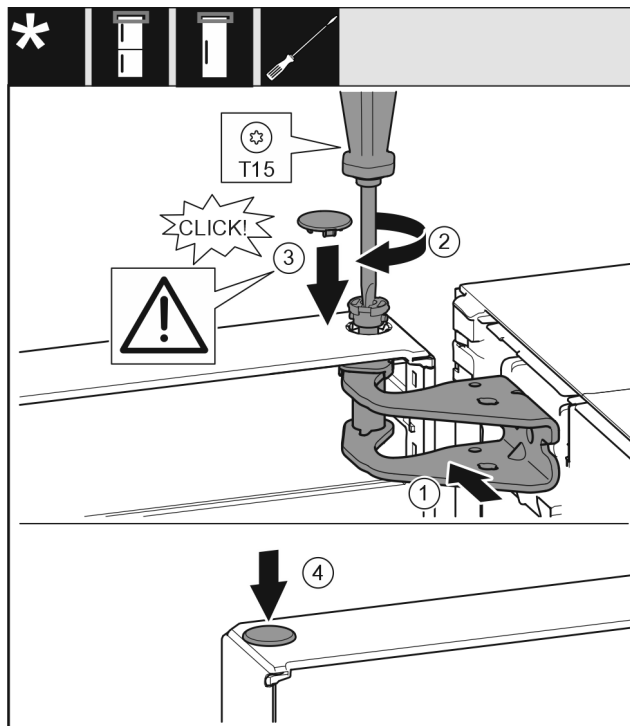

Fig. 21
- 将冰箱门的上方对准托架 Fig. 21 (1) 中的开口。
- 放入螺栓 Fig. 21 (2) 并用螺丝刀拧紧。
- 装入盖板 Fig. 21 (3)。
- 检查盖板 Fig. 21 (3) 是否紧贴在冰箱门上。
- 装入盖板 Fig. 21 (4)。